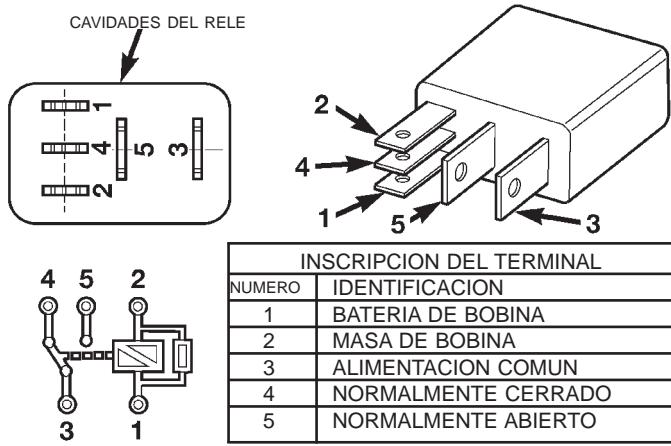

Fig. 12 Relé tipo 3
(16) Si está equipado con el **relé tipo 3** (Fig. 12), fije los cables de prueba del adaptador LCS dentro de las cavidades número 3 y 5 del relé en el PDC. Para informarse sobre la localización de estas cavidades, consulte los números estampados en la parte inferior del relé (Fig. 12).